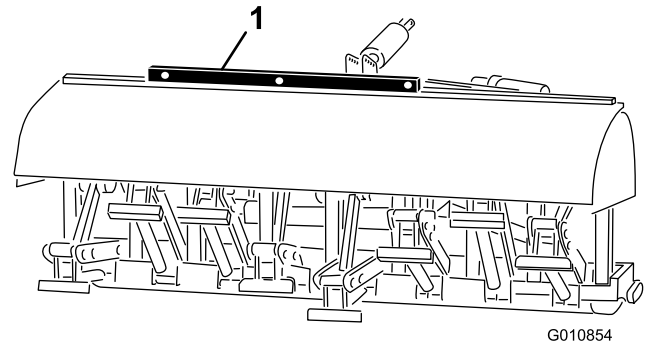

Figura 23
2. Collocate una livella sul telaio dell'arieggiatore e verificate che la macchina sia livellata da un lato all'altro (Figura 23).